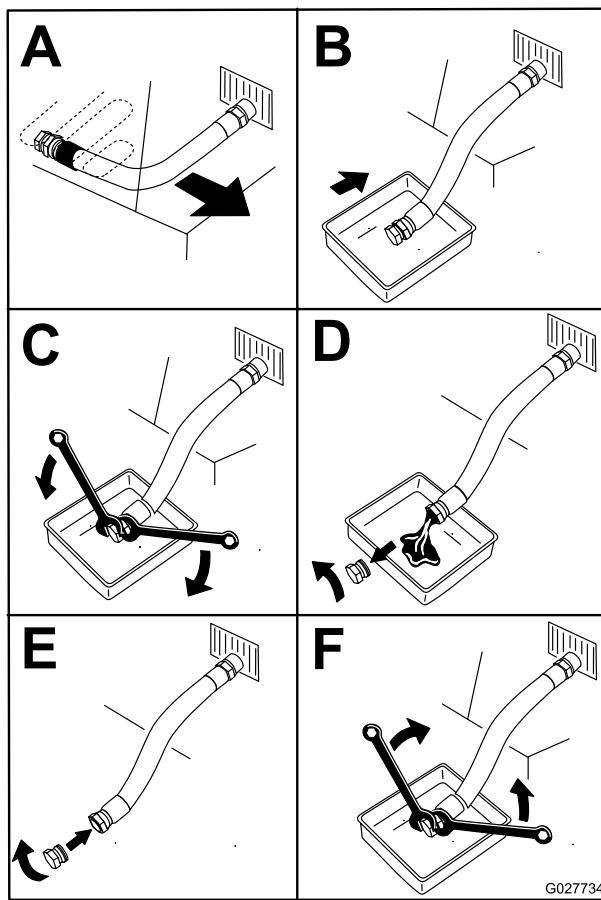

Figura 44
- Prima di scendere dal posto di guida dell'operatore, spegnete il motore, togliete la chiave di accensione e attendete che si fermino tutte le parti in movimento (Figura 44).